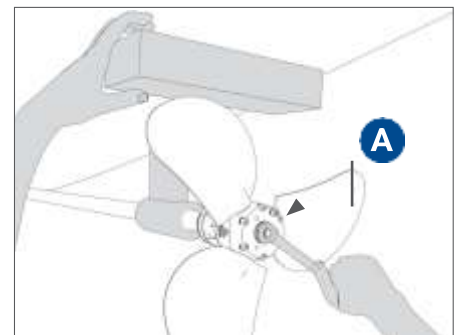

FIG. 14 Bloccare la rotazione e avvitare il dado di serraggio
- Per evitare di curvare le pale dell'elica in fase di avvitamento, usare la precauzione di ruotare le pale in posizione di spinta (non in bandiera), e bloccare la rotazione con un cuneo di legno tra la pala e la carena. (**Fig. 14**).
- Avvitare il dado di serraggio **A** (**Fig. 14**) applicando una coppia di serraggio appropriata (in funzione del tipo di dado, come suggerito in TABELLA COPPIE DI SERRAGGIO). Durante il serraggio avere cura di muovere le pale e serrare gradualmente il dado fino al raggiungimento della coppia di serraggio indicata.